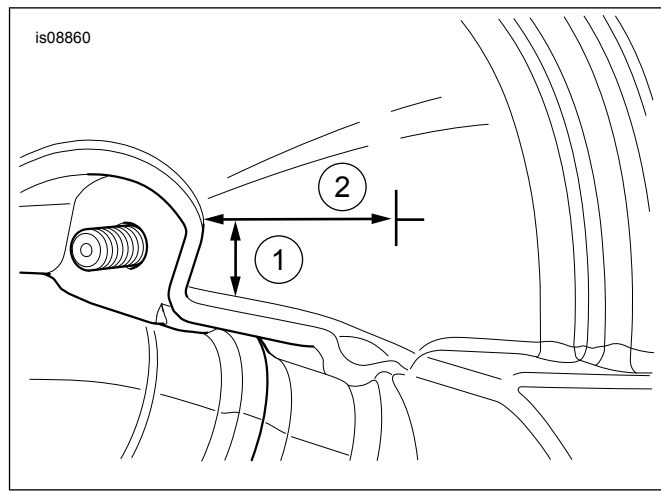

Abbildung 10. Bohrstelle
11. Siehe Abbildung 10. Die Rückseite des Handschuhfachs im Bereich des Bohrloches mit Kreppband bekleben, um Risse oder Abblättern des Anstrichs zu verhindern. Circa 25 mm (1.0 in) innen und 9,5 mm (3/8 in) vom unteren Gegenflansch der Verkleidungskappe nach oben abmessen. Die Stelle zum Bohren des Lochs markieren. Ein Loch mit einem Durchmesser von 25 mm (1.0 in) in die Wand des Handschuhfachs bohren.